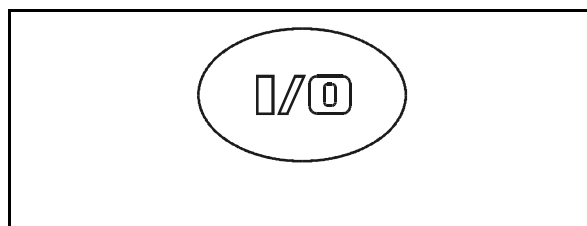

Fig. 6
- Quadratfeld: Ist das Funktionsfeld ein Quadratfeld, ist nur die rechte Funktions-Tastenreihe (6) zur Ansteuerung des Funktionsfeldes aktiv.
- wird das Funktionsfeld oben links über die linke Funktions-Tastenreihe (7) angesteuert bzw. aufgerufen.
- wird das Funktionsfeld unten rechts über die rechte Tastenreihe (6) angesteuert bzw. aufgerufen.
- Rechte Funktions-Tastenreihe (6).
- Linke Funktions-Tastenreihe (7).
- Symbol Blättern. Erscheint das Symbol Blättern im Display, können Sie weitere Menü-Blätter aufrufen (8).
EIN (I) / AUS (O) (Fig. 6). Über diese Taste schalten Sie den **AMATRON⁺** ein- und aus.